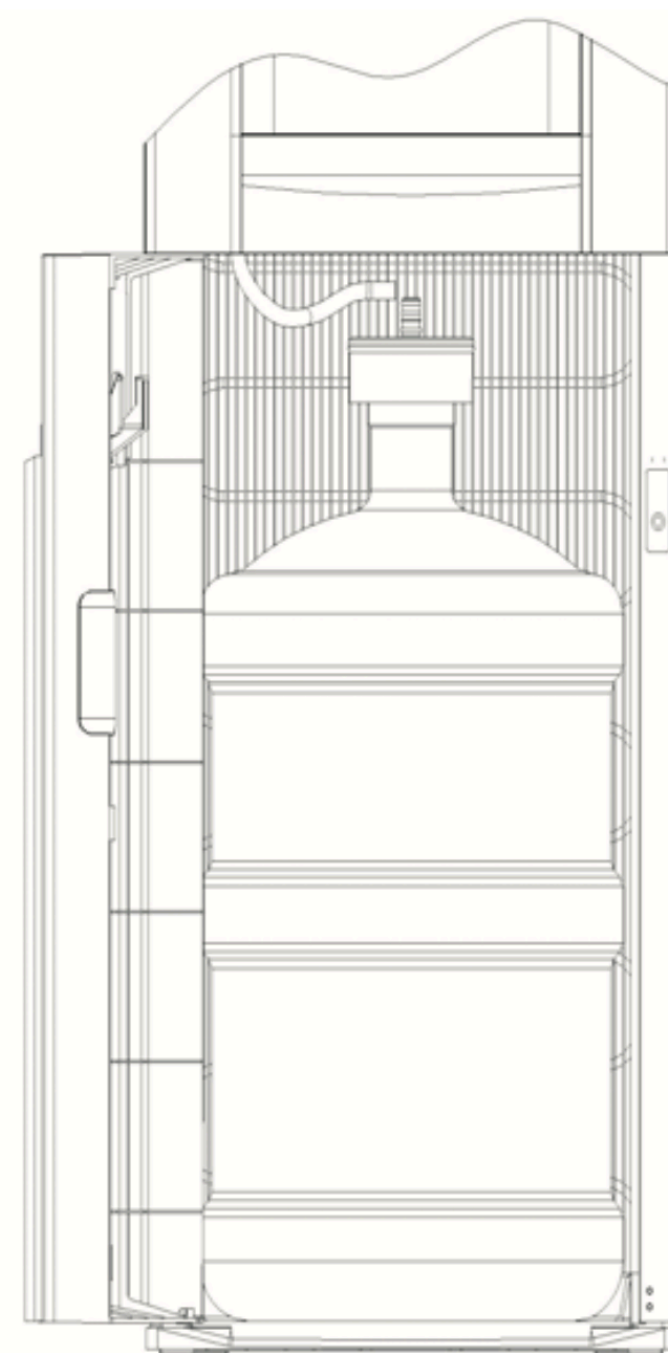

рис. 1
1. Кулер оснащён регулируемой системой быстрого подключения. Для корректной работы убедитесь, что соединение плотно зафиксировано (рис. 1).